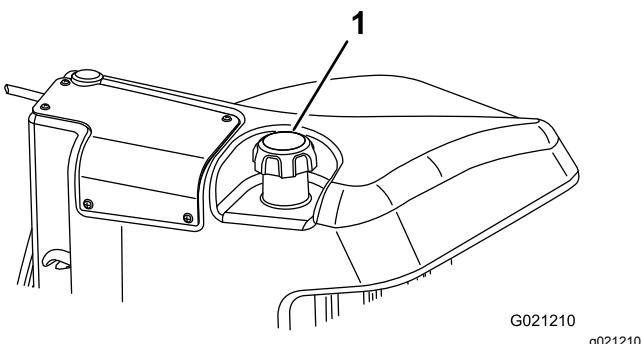

Figura 13
- Togliete il tappo dal serbatoio carburante (Figura 13).